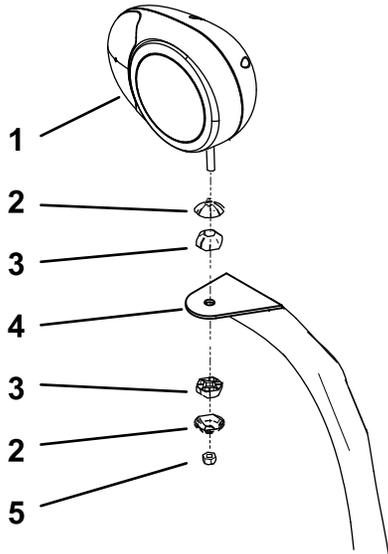

Figura 3
5. Aperte os faróis do lado direito e do lado esquerdo nas montagens do farol (Figura 3) com as fixações fornecidas com as luzes.